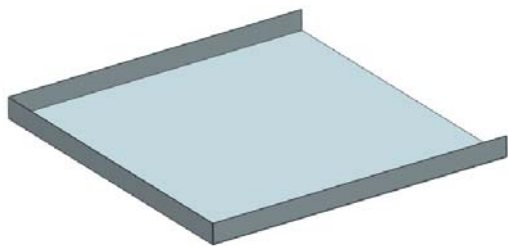

图 11-74 创建撕边特征
(3) 在“撕边”对话框中，单击  按钮，创建撕边特征，如图 11-74 所示。